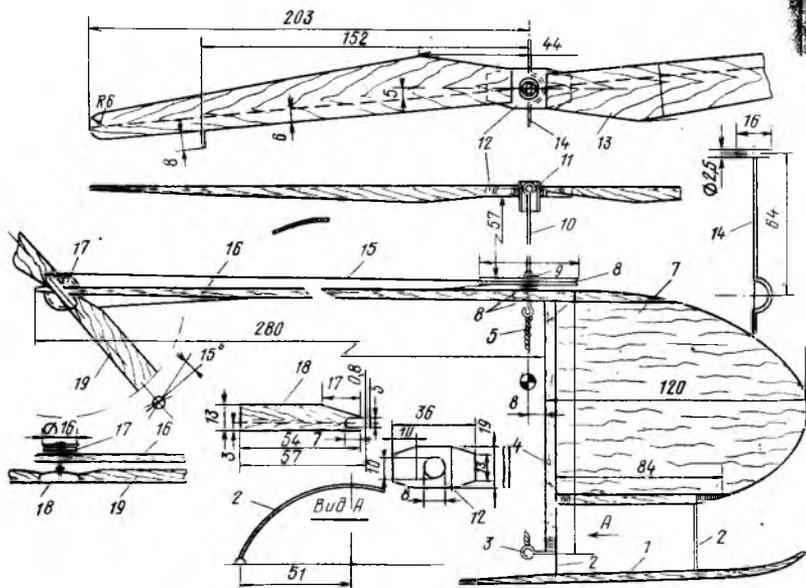

Рис. 54. Модель вертолета «Пэнни»:
**Модель вертолета «Пэнни»** (рис. 54) разработал американский авиамodelист Д. Буркхем. Этот миниатюрный вертолет с резиновым мотором снабжен хвостовым винтом и имеет автомат стабилизации.